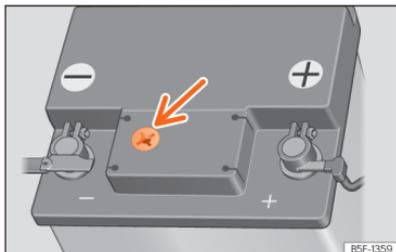

Abb. 213 Sichtfenster an der Oberseite der 12-Volt-Fahrzeugbatterie (Prinzipdarstellung).
- Prüfen Sie die Farbanzeige im runden Sichtfenster an der Oberseite der Batterie »» » **[Abb. 213]**.